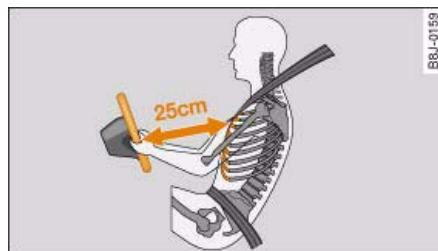

Fig. 164 Distancia mínima entre el conductor y el volante
- Ajuste el volante de manera que exista una distancia mínima de 25 cm entre el volante y el pecho ⇒ fig. 164.
- Ajuste el asiento del conductor de manera que exista una distancia de al menos 25 cm entre el pecho del conductor y el centro del volante \Rightarrow página 160, fig. 164.